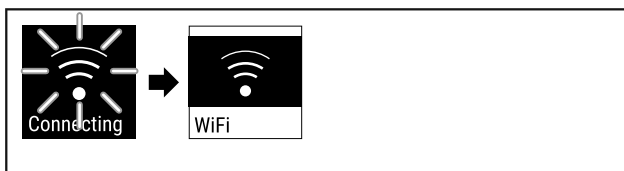

Fig. 86
- Yhteys muodostetaan (katso Fig. 86).